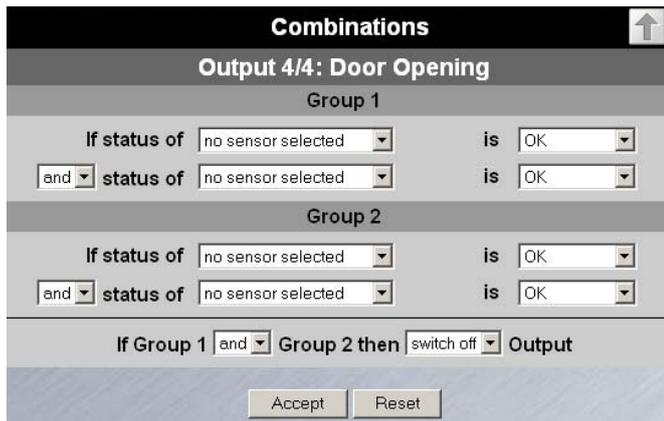

Abb. 12: Webseite Combinations
- Combinations: Aufruf des Menüs „Combinations“. Siehe Abb. 12.